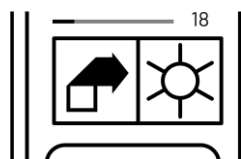

Рисунок 17 - Пиктограмма режима нагрева
- 3.5.2 Для выбора режима работы нажмите и удерживайте в течении 5 секунд кнопку «MODE». Пиктограмма над кнопкой (Рисунок 15, Рисунок 16, Рисунок 17) обозначает текущий режим работы. Основное поле меню регулировки уставки